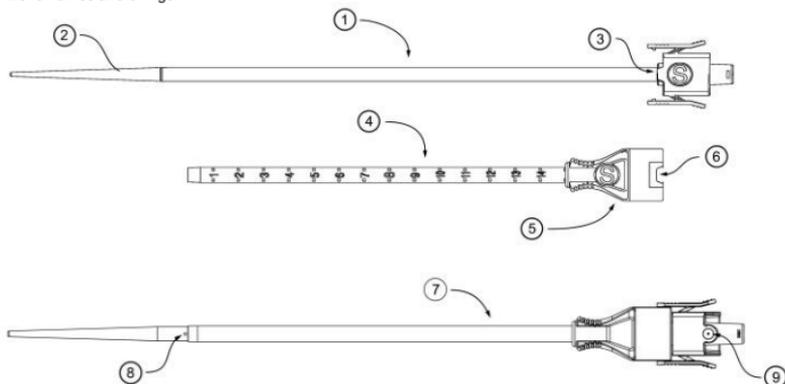

Bild 1. PerQseal® Introducer (modell "S" visas i referenssyfte)
PerQseal® Introducer är en röntgentät kateter för engångsbruk med en flexibel kanal avsedd för införande av PerQseal® förslutningsanordning i en femoralisartär. PerQseal® Introducer består av en införingshylsa med hydrofil beläggning och en dilator med en signalport för blod, som rymmer en ledare på upp till 0,035" (0,89 mm). Se Bild 1, som visar de viktigaste funktionerna hos anordningen.
- a. Spola dilatorm genom att injicera saltlösning (antingen hepariniserad eller icke-hepariniserad) genom dilatorfattningens spolningsport (9, Bild 1).
- b. För in dilatorm i införingshylsan genom att föra in den spetsiga änden (2, Bild 1) genom införingshylsans fattning (5, Bild 1) och håll dilatorms skaft så nära hylsans fattning som möjligt under införandet. Säkerställ att den lilla inriktningfliken (3, Bild 1) på dilatorms fattning är i linje med fördjupningen för festsättning (6, Bild 1) på införingshylsans fattning (5, Bild 1). För in dilatorm helt och hållet i införingshylsan för att låsa snäppfästena på dilatorms fattning vid hylsans fattning. Blodmarkeringshålet (8, Bild 1) på dilatorm ska exponeras i den främre delen av införingshylsan (7, Bild 1).